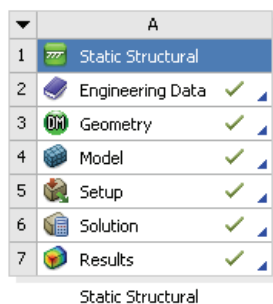

图 20-13 完成分析的项目工程图
1) 单击 Mechanical 界面右上角的“关闭”按钮，退出 Mechanical 返回到 Workbench 主界面。此时主界面中的项目管理区中显示的分析项目均已完成，如图 20-13 所示。